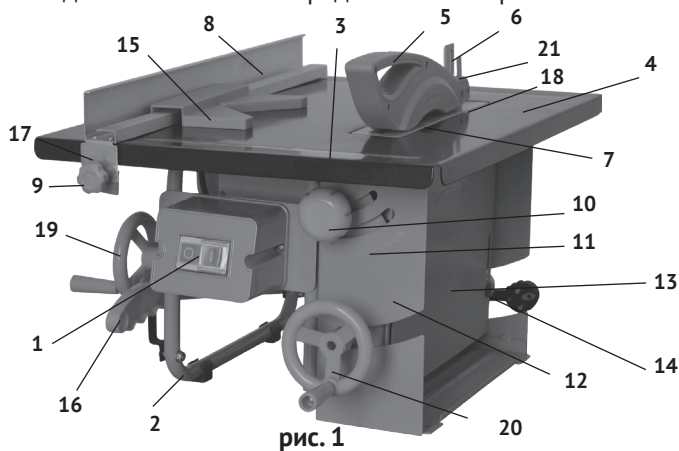
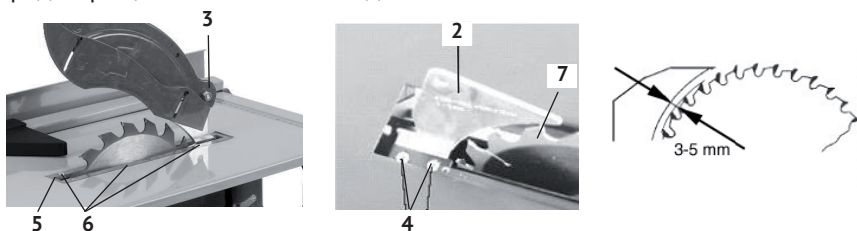
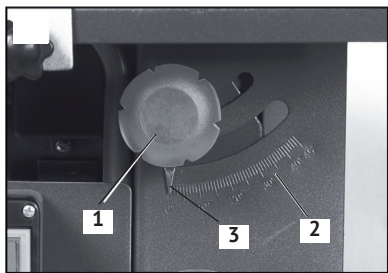

рис. 1
рис. 2
рис. 4
1.6 Общий вид и элементы пилы представлены на рис.1
1.7 Трубчатая рама (рис.1 поз.2), с жёстко скреплённым с ней корпусом (рис.1 поз.12), является основными несущими элементом пилы.
Асинхронный двигатель крепится к плите, расположенной внутри поворотного короба, закрытого боковой панелью (рис.1 поз.13). Маховик (рис.1 поз.19), ходовым винтом поворачивает короб с двигателем, отклоняя его влево. Этот механизм позволяет изменять угол наклона пильного диска от вертикального до 45° влево, относительно плоскости рабочего стола. Маховиком (рис.1 поз.20), за счёт кулисного механизма, осуществляется подъём/опускание плиты с закреплённым на ней двигателем и диском по вертикали. Высота подъёма диска контролируется по шкале (рис.1 поз.21).
На верхнем защитном кожухе (рис.1 поз.5) и боковой панели (рис.1 поз.13) нанесены стрелки, указывающие направление вращения пильного диска.
1.8 Для установки распиливаемой заготовки в нужном положении, на рабочем столе (с двух сторон) нанесена метрическая шкала (рис.1 поз.3).
Заготовка размещается на рабочем столе (рис.1 поз.4) в нужном положении с помощью параллельного (рис.1 поз.8) или закреплённого на нём углового упора (рис.1 поз.15). Распиливаемая заготовка подаётся оператором по рабочему столу к пильному диску вручную.
1.9 Выключатель – магнитный пускатель (рис.1 поз.1) расположен в торце передней части пилы. Он имеет две кнопки: зелёная с символом «I» - включение двигателя и красная с символом «0» - выключение двигателя (МЭК 60417).
Расклинивающий нож (рис.2 поз.2) разъединяет распиленные части заготовки, предотвращая зажим пильного диска.
- открутить 6 винтов крепления (рис.2 поз.6) вставки стола (рис.1 поз.5);
- закрепить винтами (рис.2 поз.4) на кронштейне расклинивающий нож (рис.2 поз.2) так, чтобы он находился в одной плоскости с пильным диском (рис.2 поз.7) и на расстоянии 3-5 мм, как показано на рис.2;
- совместив крепёжные отверстия кожуха (рис.2 поз.1) и расклинивающего ножа (рис.2 поз.2), соединить их винтом (рис.2 поз.3) и закрепить гайкой. Крепление не должно быть жёстким. Кожух должен иметь возможность вращения вокруг оси крепления, чтобы фиксироваться в выбранном положении относительно диска, в зависимости от толщины заготовки.
Установка параллельного упора (рис.1 поз.8) возможна с любой стороны от отрезного круга. Пластина упора имеет высокий и низкий плоские бортики, для обработки заготовок разной толщины. Кроме того, низкий бортик согнут под углом 90°, что обеспечивает удобную установку и перемещение (при резке) вдоль него углового упора (рис.1 поз.15).
Точность установки контролируется по шкалам (рис.1 поз.3), с двух сторон рабочего стола.
2.1.4 Установка угла резки (см. рис.4):
- ослабить рукоятки (рис.4 поз.1) фиксации угла наклона (с двух сторон пилы);
- вращением маховика (рис.1 поз.19) изменить угол наклона поворотного короба с диском, до совмещения стрелки-указателя (рис.4 поз.3) с нужным значением угла на шкале (рис.4 поз.2);
Поворотом маховика (рис.1 поз.20) осуществляется подъём/опускание пильного диска, в зависимости от толщины заготовки. Высота подъёма диска контролируется по шкале (рис.1 поз.21) на расклинивающем ноже (рис.1 поз.6). Наиболее качественный рез получается тогда, когда пильный диск выступает на 3 – 6 мм над верхней плоскостью заготовки.
- надвинуть угловой упор (рис.1 поз.15) на параллельный упор, как показано на рис.1;